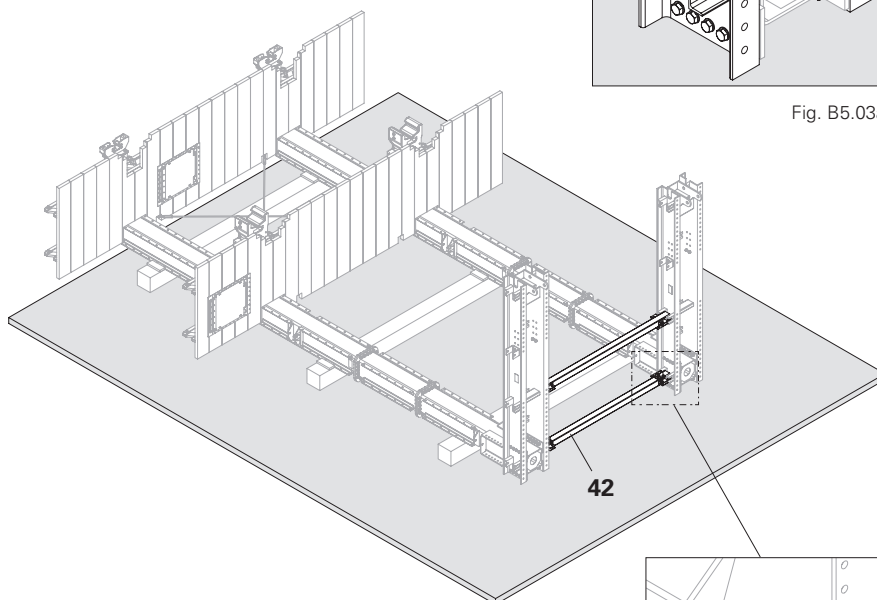

Fig. B5.04
2. Imbullonare il puntone di compressione per stabilizzazione ACS (**42**) nella posizione di installazione con perno 25 x 180 (**64**) e inserto a molla 5/1 (**207**). Assicurarsi che le alette di attacco siano posizionate correttamente. (Fig. B5.04)